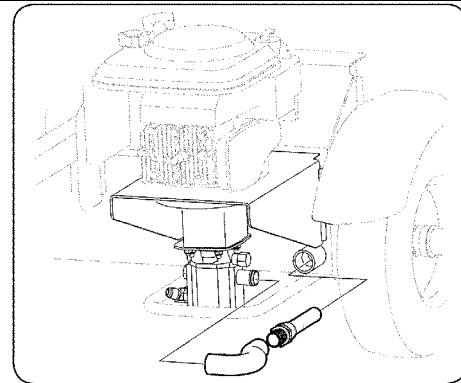

Рис. 17
2. Осторожно открутите входной фильтр и очистите его с проникающим маслом. См. Рисунок 17.